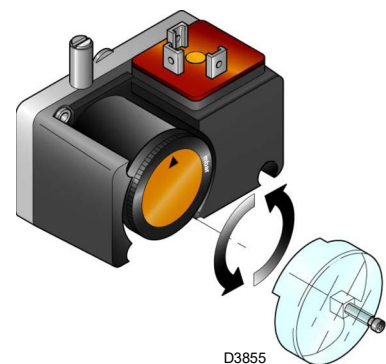

Fig. 50
- Régler le pressostat gaz seuil minimum (Fig. 50, page 41) en début d'échelle.
Effectuer le réglage du pressostat gaz seuil minimum (Fig. 50) après avoir réglé le brûleur, les vannes de gaz et le stabilisateur de rampe.